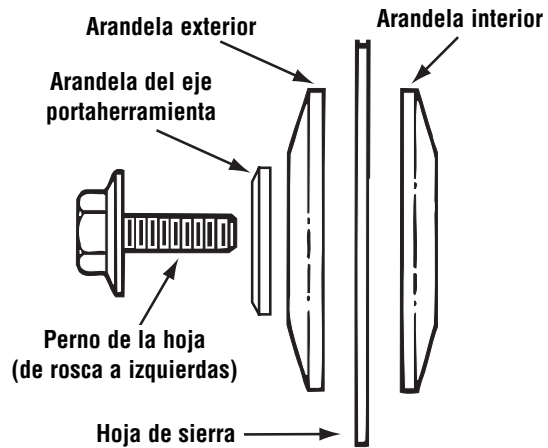

Figura 2. Herrajes de la hoja
6. Quite el perno de la hoja, la arandela del eje portaherramienta, la arandela exterior y la hoja. No es necesario quitar la arandela interior (Figura 2).